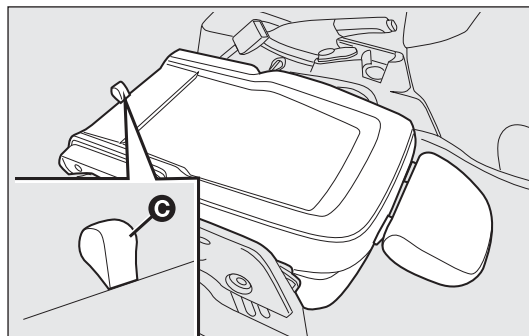

Рис. 24
- потяните за язычок С рис. 24 и еще больше прижмите спинку вниз: таким образом сиденье полностью убрано.